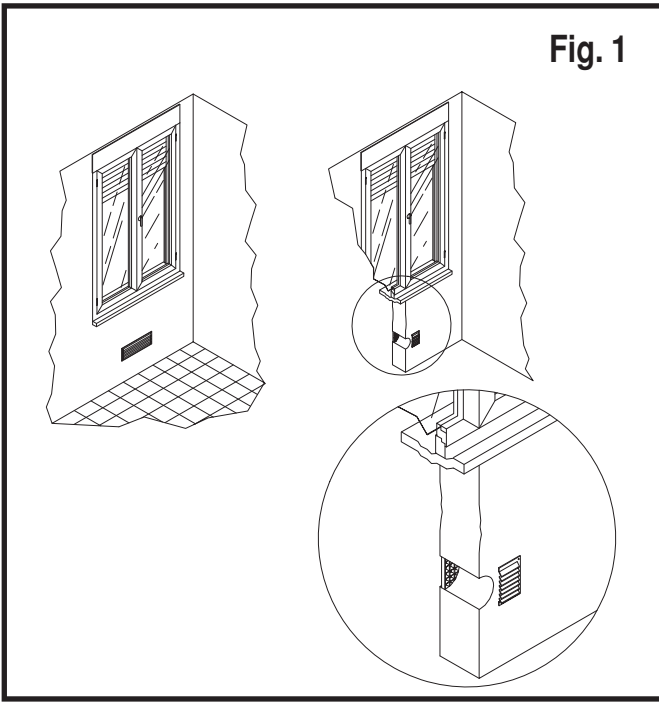

Fig. 1
Openings on outer wall of the premise to be ventilated (fig. 1 and 2). These openings must meet the following requirements:
*Ouvertures sur les murs extérieurs du local à ventiler (fig. 1 et 2). Ces ouvertures doivent satisfaire les conditions suivantes:*